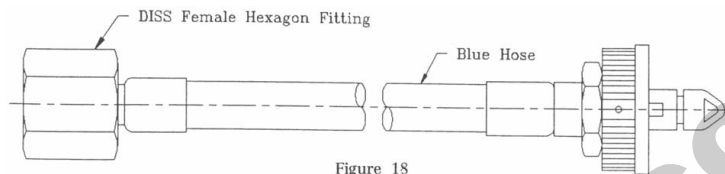
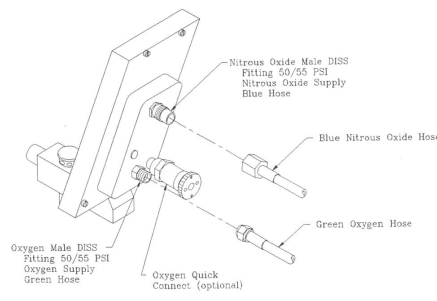

Figure 18
Figure 19
1. Conectati fittingul hexagonal feminin DISS (vezi fig. 18) al furtunului de protoxid de azot la fittingul DISS masculin in spatele capului de anestezierie (vezi fig. 19). Finalizati aceasta conexiune prin insurubarea fittingului hexagonal feminin in interiorul fittingului masculin. Strangeti bine cu mana, dar finalizati prin folosirea unei chei simple de 7/8, pentru a preveni scurgerile.. Nu strangeti excesiv de tare.
2. In acelasi mod, conectati furtunul de oxigen la fittingul masculin de oxigen (vezi fig. 19) Finalizati strangerea fittingului hexagonal feminin cu o cheie simpla de 11/16 dar atat cat este nevoie pentru a preveni orice scurgere. Nu stangeti excesiv de tare.